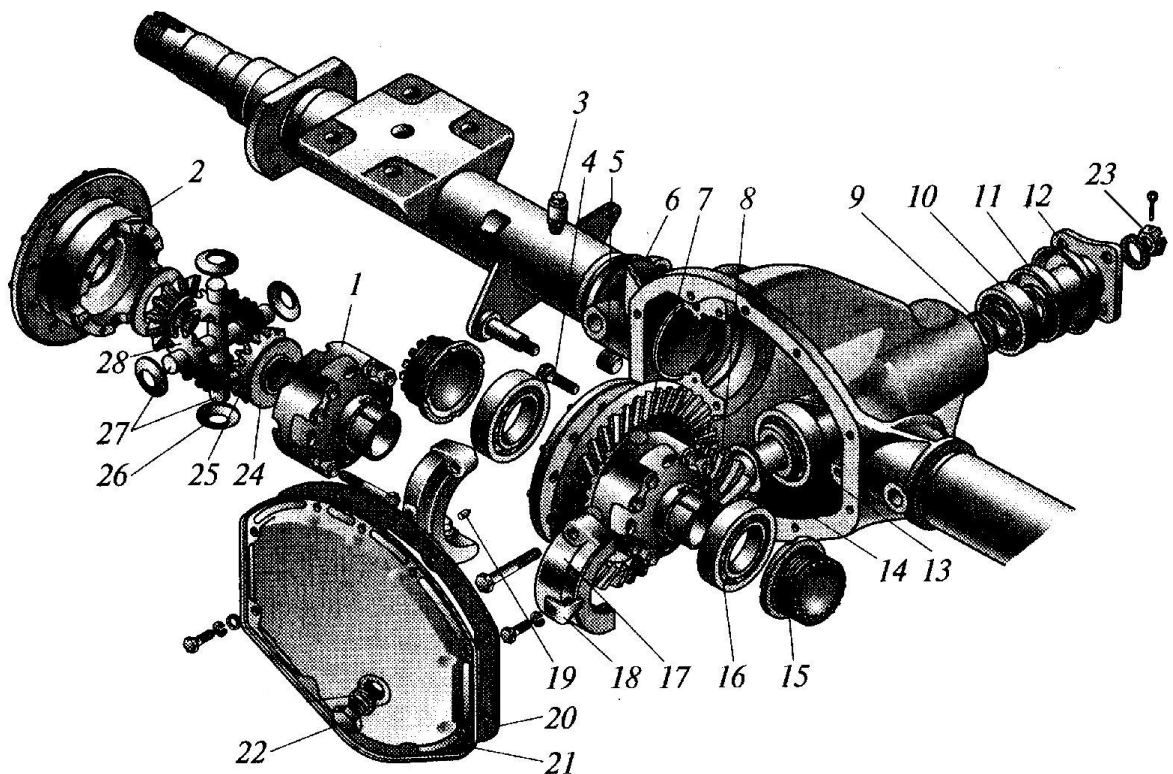

Рис. 4. Ведущий мост автомобиля ГАЗ-3302 «Газель»
18. РЕГУЛИРОВКА НАТЯЖЕНИЯ ПОДШИПНИКОВ 10 И 13 (РИС. 4) ПРОИЗВОДИТСЯ
- 1) гайкой (23)
- 2) клапаном (3)
- 3) шайбами (27)
- 4) сальником (11)
19. РЕГУЛИРОВКА ЗАЦЕПЛЕНИЯ ШЕСТЕРЕН 7 И 8 (РИС. 4) ПРОИЗВОДИТСЯ